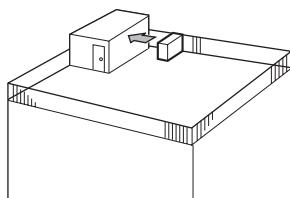

Fig. 2-3
- ① Positionner la sortie d'air vers le mur le plus proche et à environ 500 mm, 19-11/16 pouces de celui-ci. (Fig. 2-3)